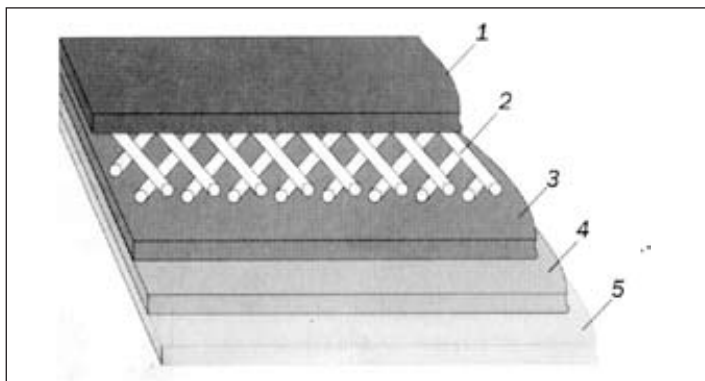

Рисунок 2.1 - Структура термоусаживаемой манжеты типа GSC1
**2.2.1** Манжета представляет собой полотно многослойной структуры (рис. 2.1).